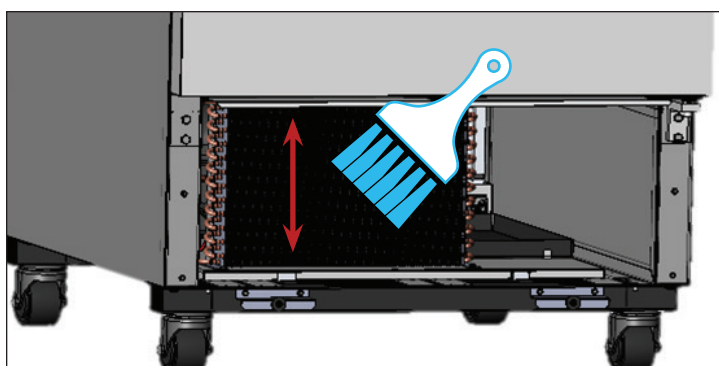

Figure 3. Ne passez jamais la brosse au travers des ailettes de la batterie.
3. Avec une brosse à poils raides, nettoyer soigneusement les débris accumulés sur les ailettes du serpentin de condenseur avant voir La Fig.3.